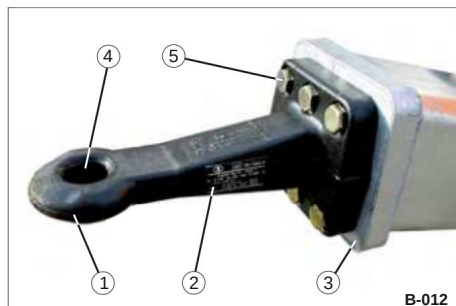

Fig. 11 Forbindelselement
- Få kun en slidt/deformeret remskive udskiftet med en original reservedel - se markeringen (fig. 11/2) på remskiven.